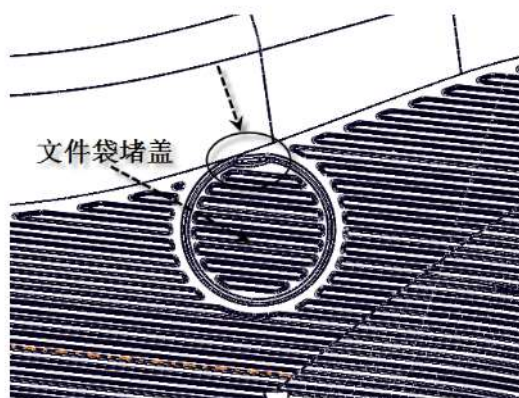

图8-1-3 左前门文件袋堵盖拆卸示意图
(3) 图8-1-3, 用缠有保护胶带的小号一字螺丝刀从箭头所指凹槽处将车门内扣手盖板撬出; 不需要取下来, 挂在门板上即可。